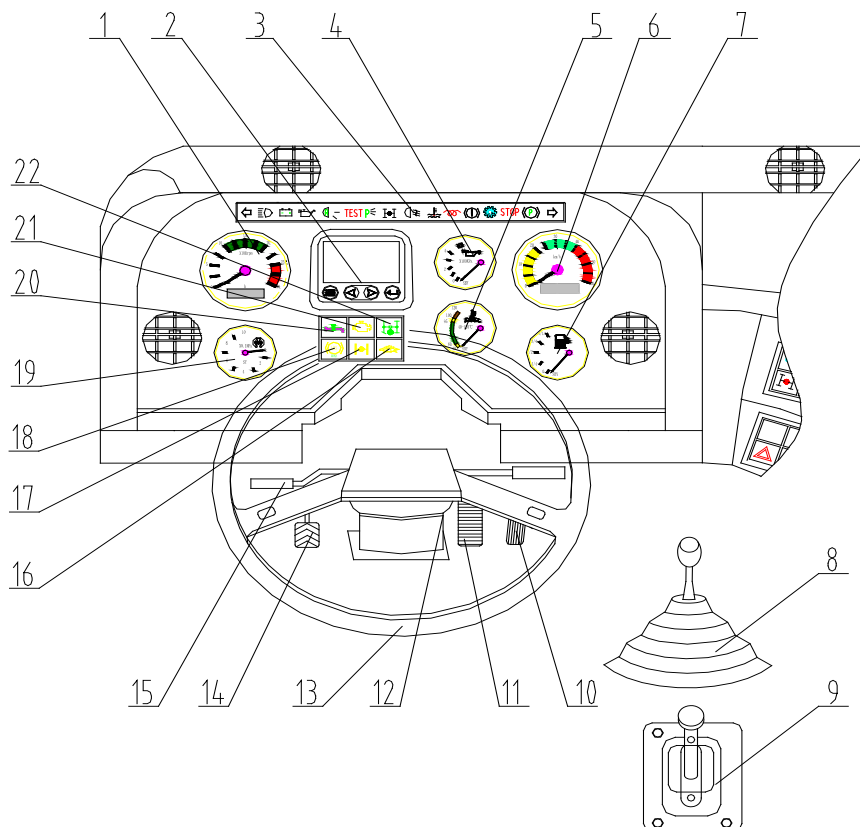
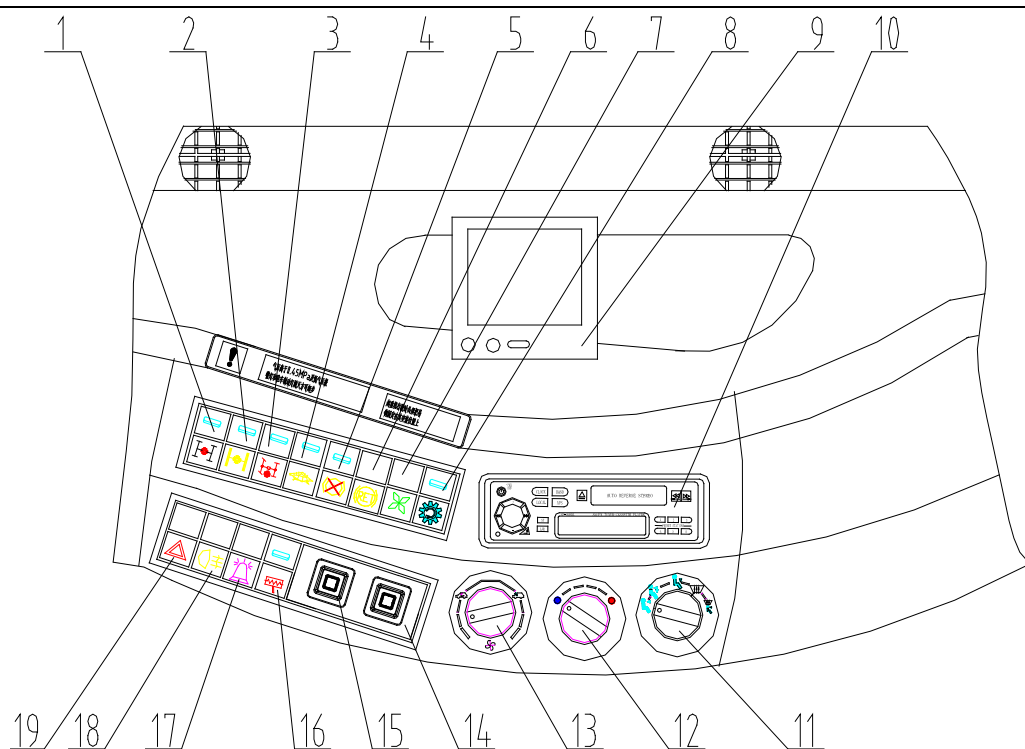
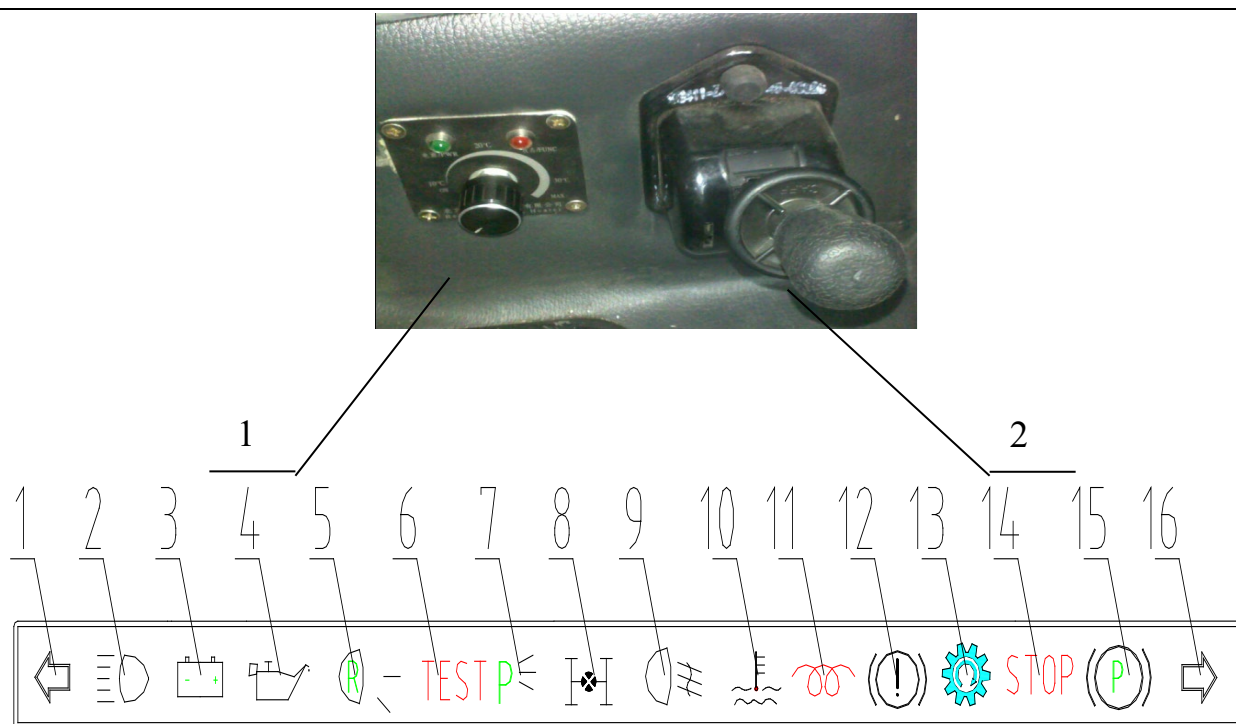
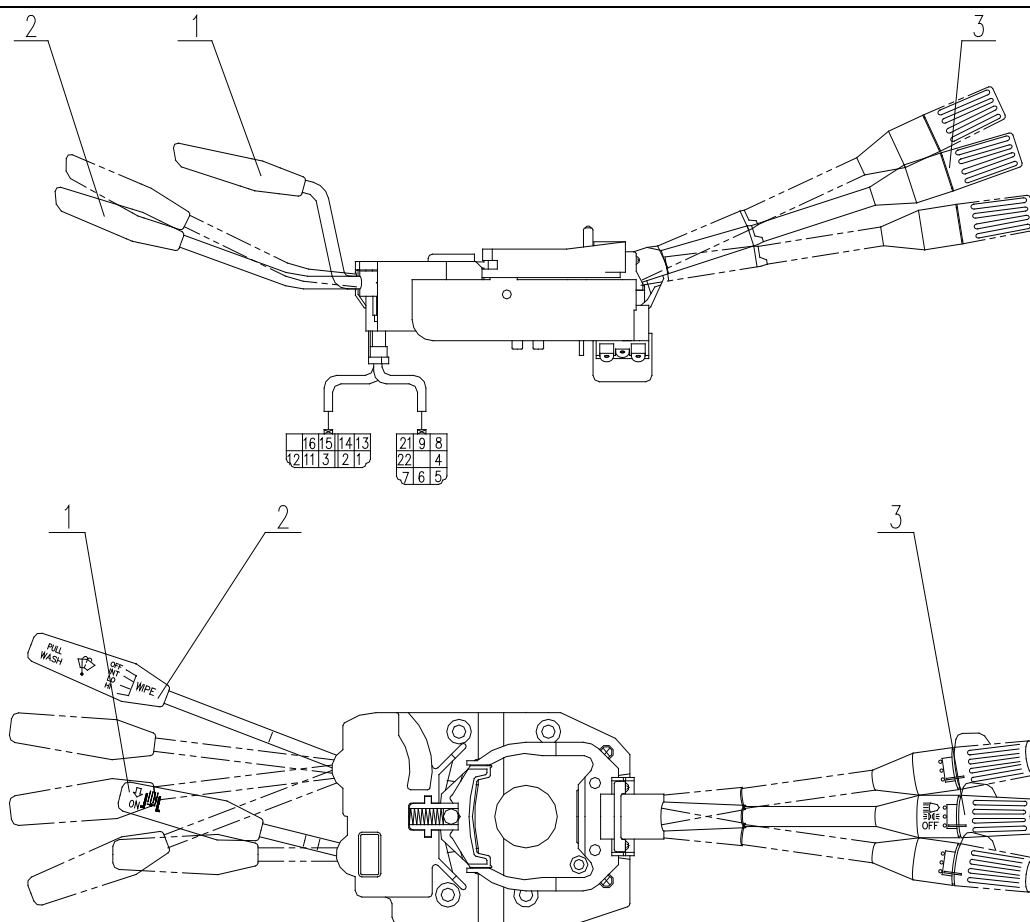

Рис. 3-2 Передние элементы управления и индикации
Рис. 3-3 Передняя панель управления выключателями
Рис. 3-4 Комбинированный светуказатель
Рис. 3-6 Комбинированный выключатель
1. тахометр двигателя 2. OBD двигателя 3. комбинированный светуказатель (см. рис. 3-4) 4. манометр масла двигателя 5. указатель температуры воды двигателя 6. Спидометр 7. указатель топлива 8. рычаг переключения передач
2. Тахометр двигателя (№1 на рис. 3-2)
3. Манометр масла двигателя (№4 на рис. 3-2), индикаторная лампочка сигнализации давления масла (№4 на рис. 3-4)
Комбинированный выключатель состоит из выключателя тормоза двигателя (№1 на рисунке 3-6), выключателя стеклоочистителя переднего ветрового стекла (№2 на рисунке 3-6), выключателя управления светом лампы (№3 на рисунке 3-6), см. рис. 3-6.
Взвод выключателя вверх (как показано на рис. 3-6) может осуществить изменение света; вращать мелкую кнопку на конце выключателя, 1-ое положение – для включения фары движения, 2-ое положение – для включения передней фары, нейтральное положение выключателя – лампа ближнего света, тянуть вниз – лампа дальнего света.
Когда автокран движется на длинном уклоне, следует тянуть выключатель назад (как показано на рис. 3-6), можно осуществить торможение двигателя медленной скоростью, и так можно избежать непрерывного ускорения до опасной степени из-за собственной тяжести автокрана, и можно уменьшить действие тормоза, чтобы температура тормоза была повышена при движении на длинном уклоне; при неиспользовании можно восстановить данный выключатель в исходное положение. Если уклон покрытия дороги большой, то можно еще нажимать на выключатель тормоза двигателя (как показан №6 на рис. 3-3), чтобы повысить тормозную способность
Вращение ручки выключателя стеклоочистителя переднего ветрового стекла может управлять рабочим состоянием стеклоочистителя. Взводить вверх (как показано на рис. 3-6), электродвигатель для промывки включен, и начинает промыть переднее ветровое стекло; тянуть выключатель назад (как показано на рис. 3-6), электродвигатель управления стеклоочистителем эксплуатируется с малой, большой скоростью.
После вставки ключа в пусковой выключатель, вращать его по часовой стрелке, можно иметь 5 положений для выбора. См. рис. 3-6, их роль отдельно:
10. Выключатель управления температурой (№12 на рис. 3-3)
11. Выключатель внутреннего и внешнего цикла и скорости ветра (№13 на рис. 3-3)
12. Выключатель коробки отбора мощности (№8 на рис. 3-3)
- 2) Через примерно 10 секунд нажать на выключатель коробки отбора мощности вниз (№8 на рис. 3-3), опустить педаль сцепления, и коробка отбора мощности начинает работу. Индикаторная лампочка отбора мощности на комбинированной индикаторной лампе (№13 на рис. 3-4) загорается.
13. Выключатель межколесного дифференциала (№2 на рисунке 3-3), выключатель межосного дифференциала (№1 на рисунке 3-3), выключатель дифференциала раздаточной коробки (№3 на рис. 3-3), выключатель низкой передачи раздаточной коробки (№4 на рис. 3-3)
В процессе движения автокрана, при буксовании колес из-за падения частичных колес в яму, необходимо по очереди нажимать на выключатель дифференциала раздаточной коробки, выключатель межосного дифференциала, выключатель межколесного дифференциала, индикаторная лампочка дифференциала раздаточной коробки (№22 на рис. 3-2), индикаторная лампочка межосного дифференциала (№8 на рис. 3-4), индикаторная
лампочка межколесного дифференциала (№17 на рис. 3-2) могут загораться отдельно, с помощью пневматического устройства электроуправления можно соединить три приводных валов в целом путем жесткого соединения, чтобы автокран двигался. При использовании индикаторная лампочка дифференциального замка загорается. Если она не горит, то следует остановить автокран для проведения выяснения причины.
При нужде в разной динамической характеристике и экономической характеристике, по нужде следует выбрать высокую и низкую передачи раздаточной коробки. При нормальном состоянии раздаточная коробка эксплуатируется в положении высокой передачи, нажать на выключатель низкой передачи раздаточной коробки, и индикаторная лампочка низкой передачи (№16 на рис. 3-2) раздаточной коробки загорается, следует переключить раздаточную коробку на низкую передачу для эксплуатации.
14. Устройство регулирования левого зеркала заднего вида (№14 на рис. 3-3), устройство регулирования правого зеркала заднего вида (№15 на рис. 3-3)
При остановке автокрана и при покидании автокрана персонал должен поставить рукоятку стояночного тормоза в тормозное состояние. В этот момент индикаторная лампочка стояночного тормоза на комбинированной индикаторной лампе (№15 на рис. 3-4) загорается, это означает, что автокран вступает в состояние стояночного тормоза. Перед движением автокрана следует освободить стояночный тормоз (индикаторная лампочка стояночного тормоза на комбинированной индикаторной лампе гаснет).
Вращать ключ пускового выключателя (рис. 3-6) в положение «АСС» или «ON», и путем топливометра можно проверить ситуацию топлива в топливном баке, согласно конкретной ситуации заправить топливом полностью.